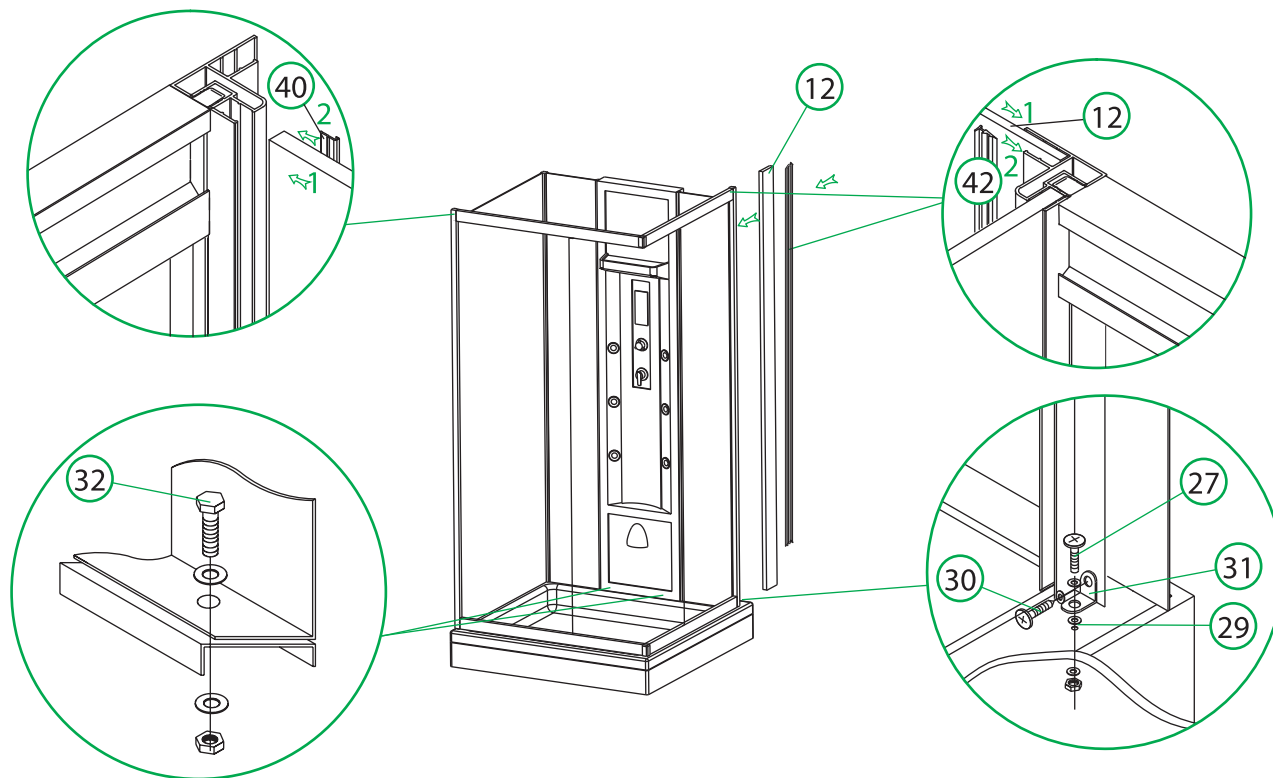

Рис. 9 / 9-сур.
4. Установите каркас на поддон, зафиксируйте задние стеклянные панели в пристенных профилях с помощью ПВХ-уплотнителей (рис. 9). Закрепите кабину на поддоне и установите декоративную панель (рис. 9).
9. Закрепите ролики на подвижные стеклянные панели и установите на профили (рис. 9), произведите регулировку роликов для плотного смыкания дверей с помощью эксцентрических шестигранных гаек-роликов (рис. 9а). Установите ПВХ-уплотнители дверей (рис. 9б).